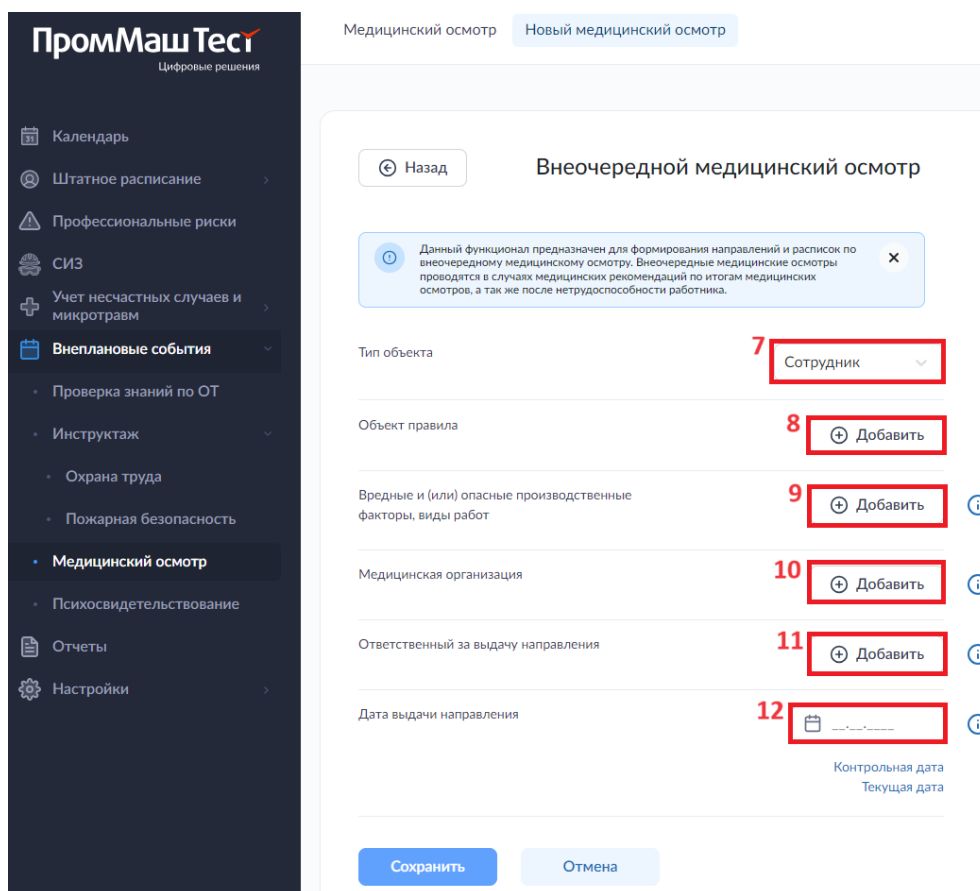

Рисунок 95. Раздел «Внеплановые события». Подраздел «Медицинский осмотр». Окно добавления медицинского осмотра.
В открывшемся окне (рис. 95) необходимо указать тип объекта правила (7) - сотрудник/должность/подразделение, выбрать объекты правила (8), вредные и (или) опасные производственные факторы, виды работ в соответствии со списком контингента (9), медицинскую организацию, в которой планируется проведение медосмотра (10), сотрудника, ответственного за выдачу направления (11), дату выдачи направления (12).